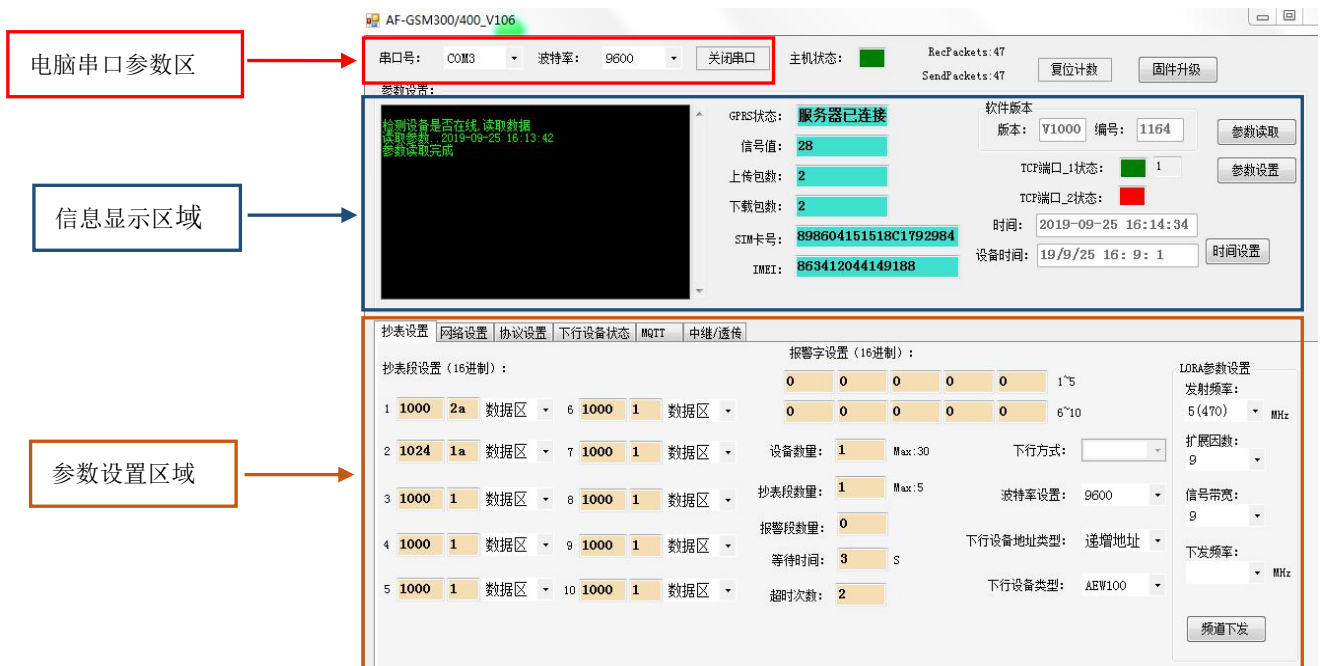

图 5
- (1) AWT100无线通信终端上电，AWT100无线通信终端的工作指示灯闪烁，表示AWT100无线通信终端已经开始工作。
- (2) 启动 AWT100 无线通信终端的配置软件，该软件由电脑串口参数区、信息显示区域、参数设置区域、参数读取及设置按钮组成，如图 5。
点击右上角的 参数读取 按钮，即可显示出AWT100无线通信终端内部所有参数值，如图5。